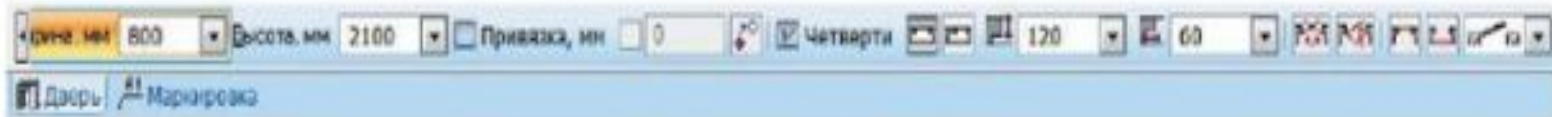

Рисунок 13.9 Задание параметров дверей
2. В *Панели свойств* выберите *Однопольная*, задайте ширину 800 мм и высоту 2100 мм, подключите опцию *Четверти* (рисунок 13.9) и установите двери, как показано на рисунке 13.4.